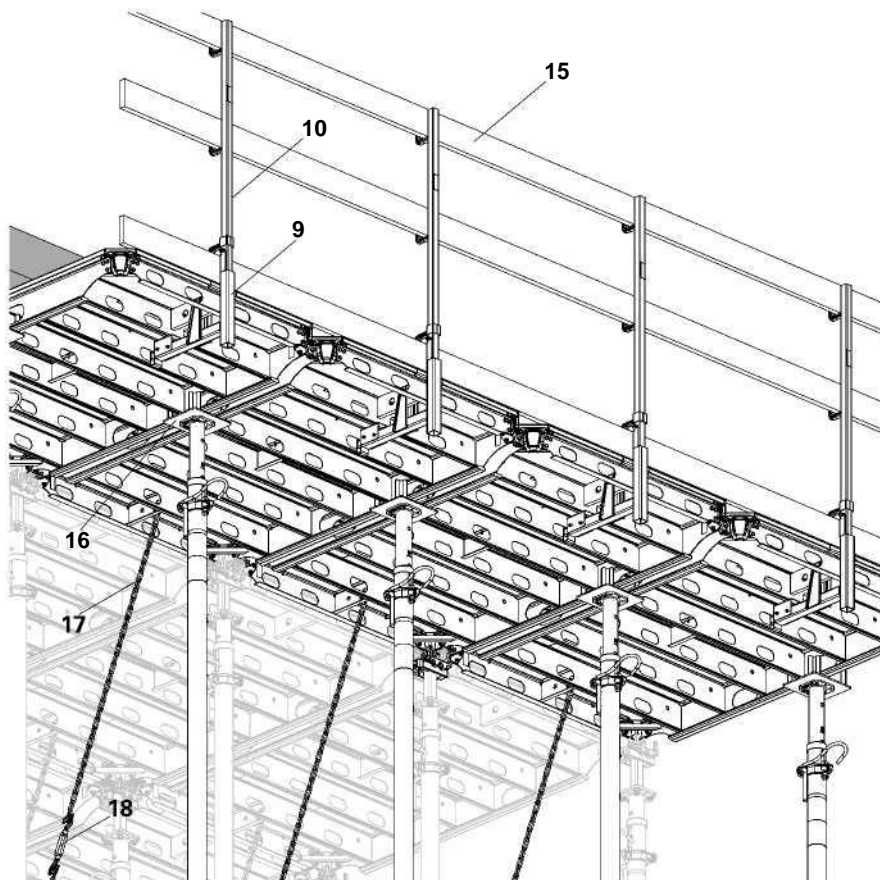

Fig. A10.04
5. Inserir a Guarda-corpo HSGP-2 (10) no suporte de guarda-corpo (9) por cima, só depois de estar bem preso com correntes de fixação. (Fig. A10.04)
6. Inserir as madeiras de protecção (15) e fixar com pregos. (Fig. A10.04)
2. Prender a corrente 3,0 kN (17) ao esticador 3,0 kN (18) e prender o esticador 3,0 kN (18) à placa de base RS. (Fig. A10.04)
3. Apertar o esticador (18) até que a corrente da âncora esteja esticada, usar cavilhas e grupilhas (20). (Fig. A10.04)